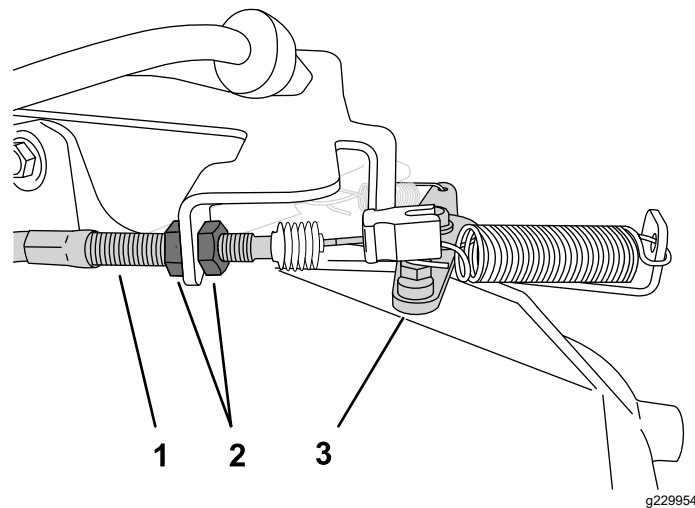

图 41
2. 在油门拉索外壳上拧松前锁紧螺母的同时拧紧后锁紧螺母可增大低怠速图 41。